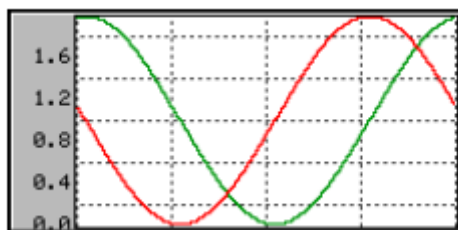
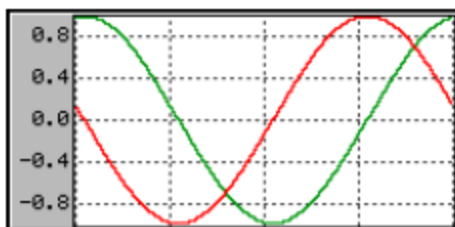

Figura 21: Prima di chiamare la funzione `GRAPH_SCALE_SetOff` l'origine degli assi è circa 0.
Figura 22: Dopo aver chiamato la funzione `GRAPH_SCALE_SetOff` l'origine degli assi è circa -1.
- Descrizione: funzione che imposta un offset che ha lo scopo di scorrere l'oggetto scala in direzione negativa o positiva lungo l'asse delle ordinate (**Figura 21** e **Figura 22**).